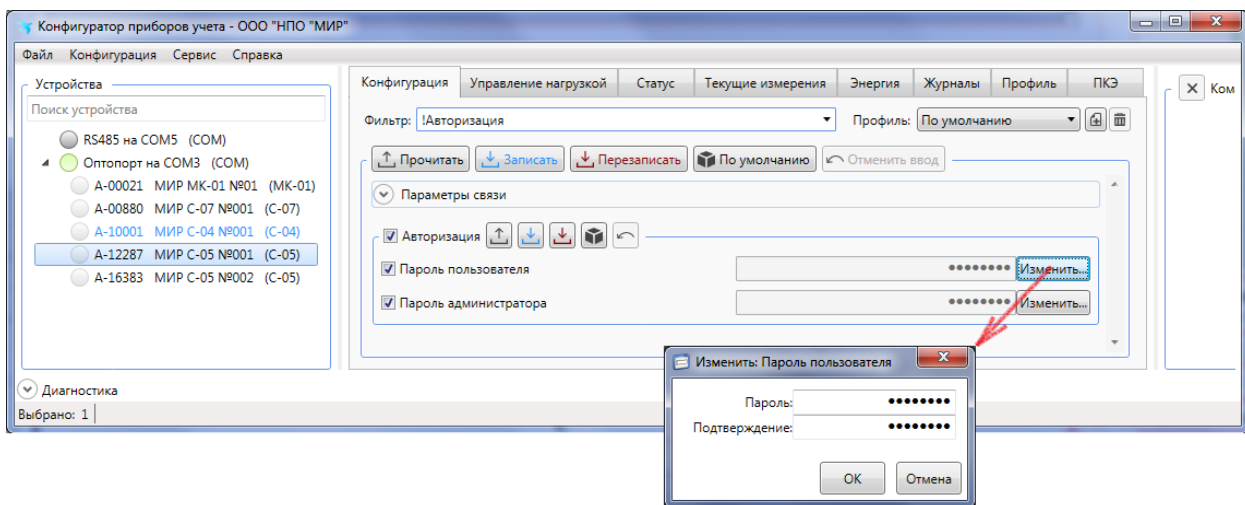

Рисунок 9.14 – Изменение паролей уровней доступа *Администратор* и *Пользователь*
9.7.7.4 На вкладке *Конфигурация* в группе параметров *Авторизация* можно изменить пароль доступа *Администратора*, заданный по умолчанию на предприятии-изготовителе (пароль по умолчанию – 00000000). Для изменения пароля на вкладке *Конфигурация* выбрать фильтр *Авторизация*, нажать кнопку *Изменить* требуемого уровня доступа, в появившемся окне два раза ввести новый пароль и нажать кнопку *Записать* (рисунок 9.14).